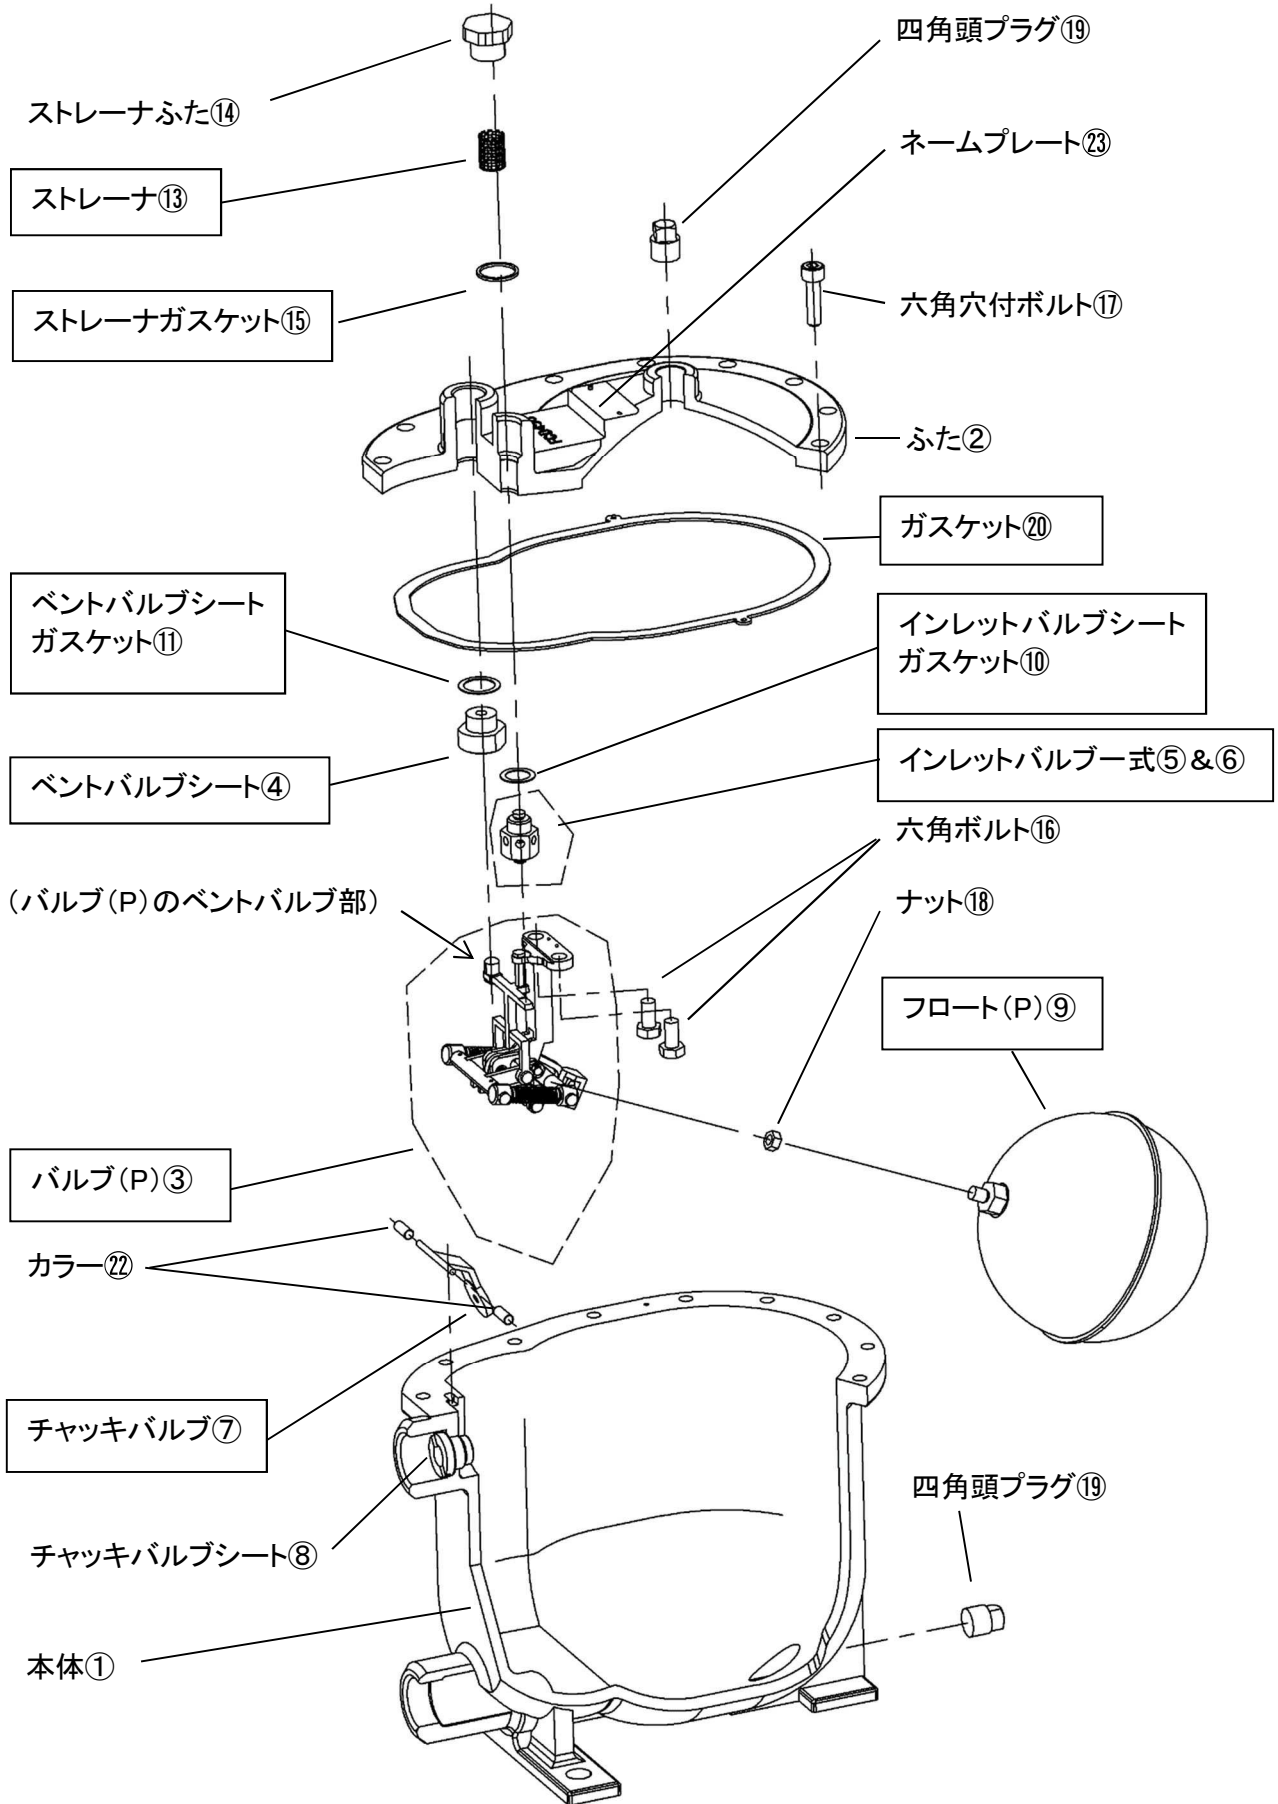

図6. 分解図
8.4.2 分解方法(図 6 参照)
8.4.3 組立方法(図 6 参照)